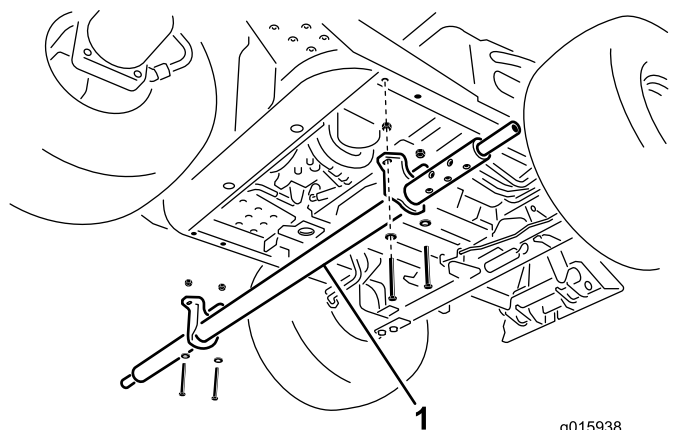

图 4
1. 从机器左侧将十字管组件滑动到机器下方将安装支架孔与每个机架管中的孔对齐图 4。
2. 使用 4 个螺丝 $\frac{3}{8}$ x 3 英寸、4 个平垫圈和 4 个锁紧螺母 $\frac{3}{8}$ 英寸将十字管安装支架固定到机架管上请参阅图 4。